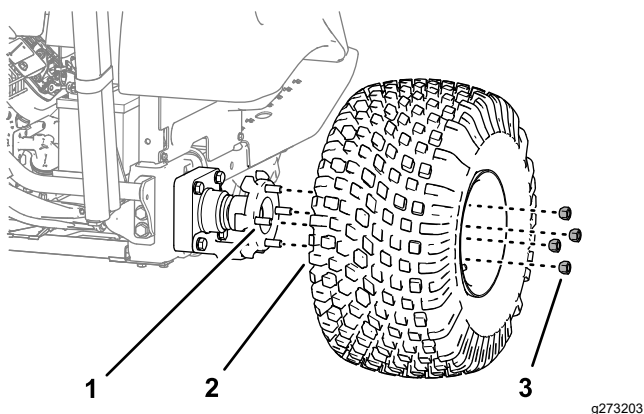

Рисунок 29
2. Отверните 4 колесные гайки, которые крепят колесо к ступице, и снимите колесо с шиной (Рисунок 29).
7. Установите колесо с шиной на шпильки ступицы колеса (Рисунок 29) с помощью 4 колесных гаек, снятых при выполнении пункта 2, и затяните гайки от руки.